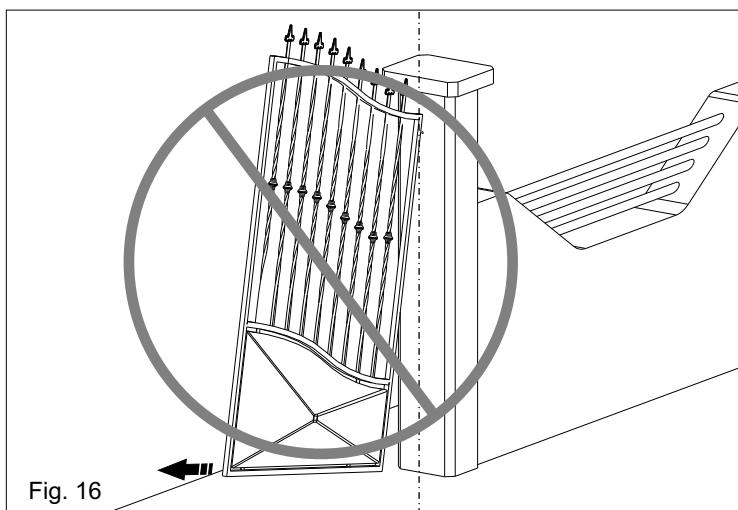
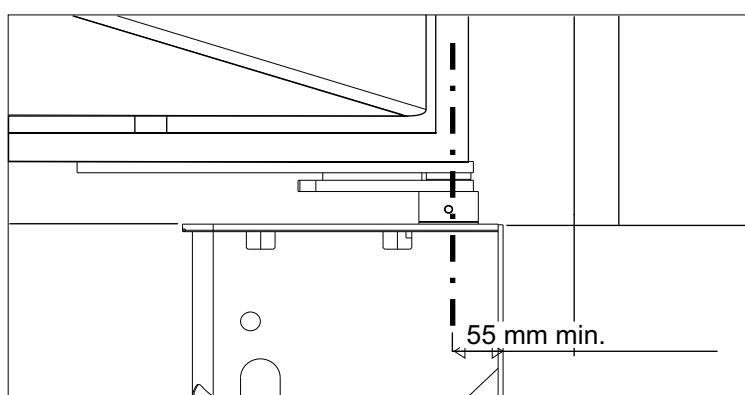

Fig. 16
Fig. 37
4.3. Faire beaucoup d'attention de ne pas positionner le vantail au dehors des axes (Fig. 16 et 17), mais faire de manière que l'arbre coïncide avec l'axe de rotation du vérin.
11.3. Faire beaucoup d'attention de ne pas positionner le vantail au dehors des axes (Fig. 16 et 17), mais faire de manière que l'arbre coïncide avec l'axe de rotation de la charnière en tenant compte que la distance minimum de la colonne est de 55 mm (Fig. 37).